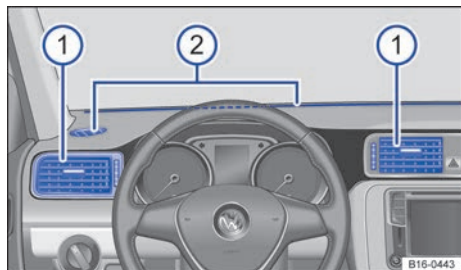

Fig. 98 Difusores de aire en el tablero de instrumentos (lado del conductor).
Las posiciones → fig. 98 ① y ② se encuentran en la misma posición en el lado del acompañante
① Difusores de aire regulables: para abrir y cerrar estos difusores, gire la ruedecilla moleteada (imagen ampliada) en la dirección deseada. Cuando la ruedecilla se encuentra en la posición ► o ▲, el difusor en cuestión está cerrado. Con la pestaña de la rejilla del difusor, ajuste la dirección en la que desee que salga el aire.
② Difusores de aire no regulables